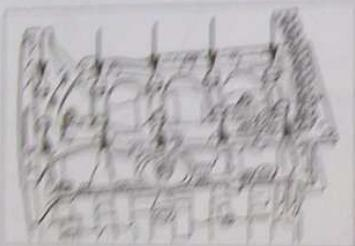

FIG. 51
grappe à tige et la clavette (3) (Fig. 51).